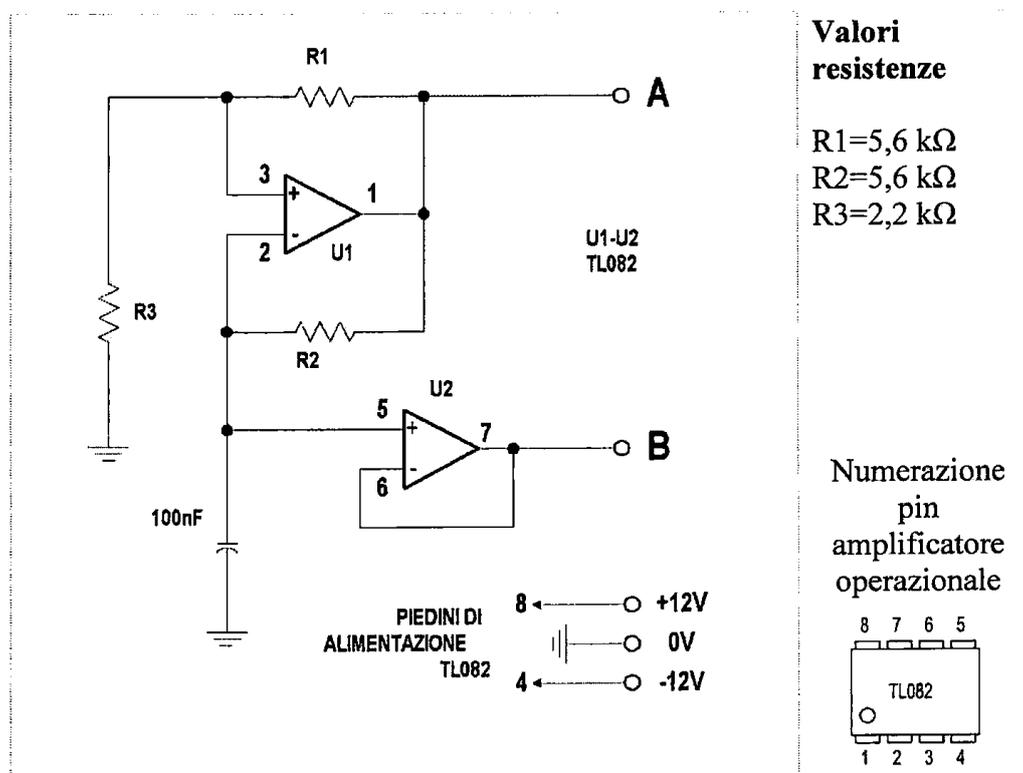

Fig.1
12. Montare il circuito sulla basetta di prova come da schema indicato in Fig.1;
13. La numerazione dei piedini dell'amplificatore operazionale TL082 è riportata in Fig.1 (vista dall'alto). Prestare attenzione alla polarità delle tensioni applicate: eventuali errori potrebbero compromettere il funzionamento del componente. In questo caso sostituire il componente con uno degli altri in dotazione.